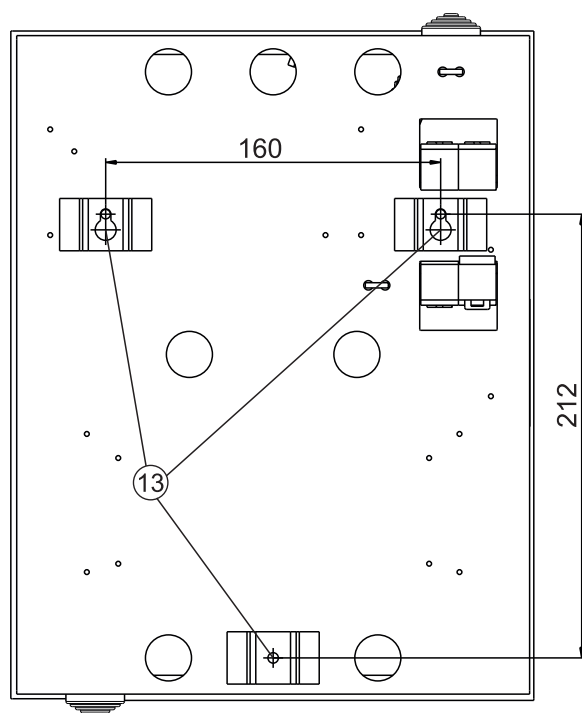
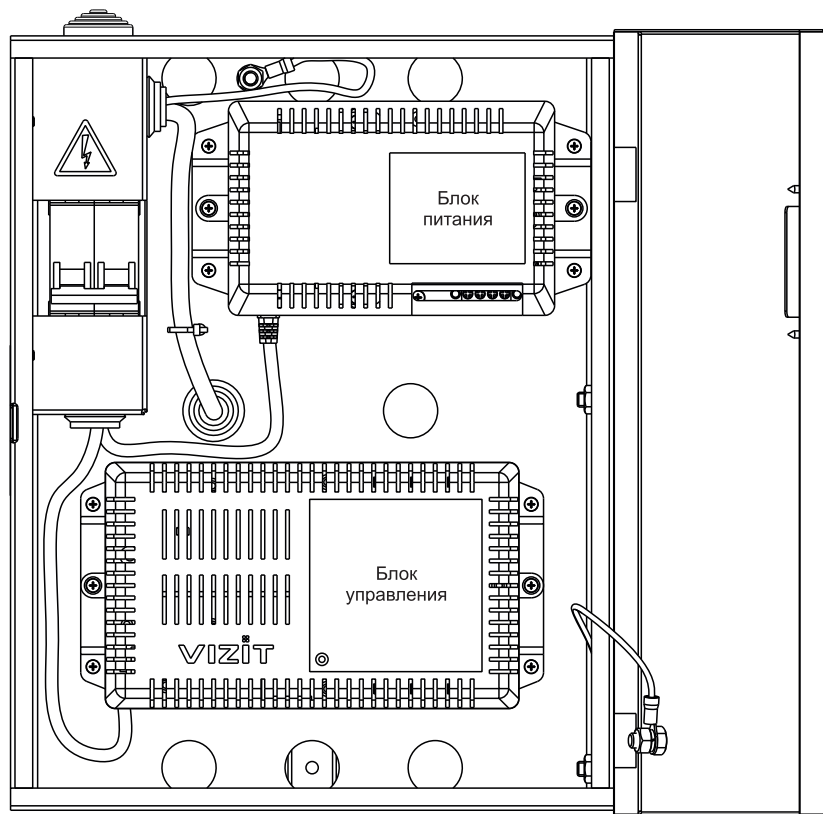

Рисунок 1 - Внешний вид и установочные размеры бокса
Рисунок 2 - Расположение блоков в боксе
Для крепления на стене используются скобы (13) (см. рисунок 1) на задней стенке бокса, а также шурупы 4x35 и дюбеля 6x40 из комплекта поставки.
- Снимите защитный кожух ③ (см. рисунок 1) с автоматического выключателя ④.
- Заведите кабель внутрь бокса через одно из отверстий для кабеля питающей сети ⑥.
- При вводе кабеля через отверстие в задней стенке (см. рисунок 2) установите в это отверстие кабельный ввод-сальник ⑨ предварительно снятый с нижней стенки.
Заведите провода линии связи в бокс через отверстия ⑦ (см. рисунок 1).